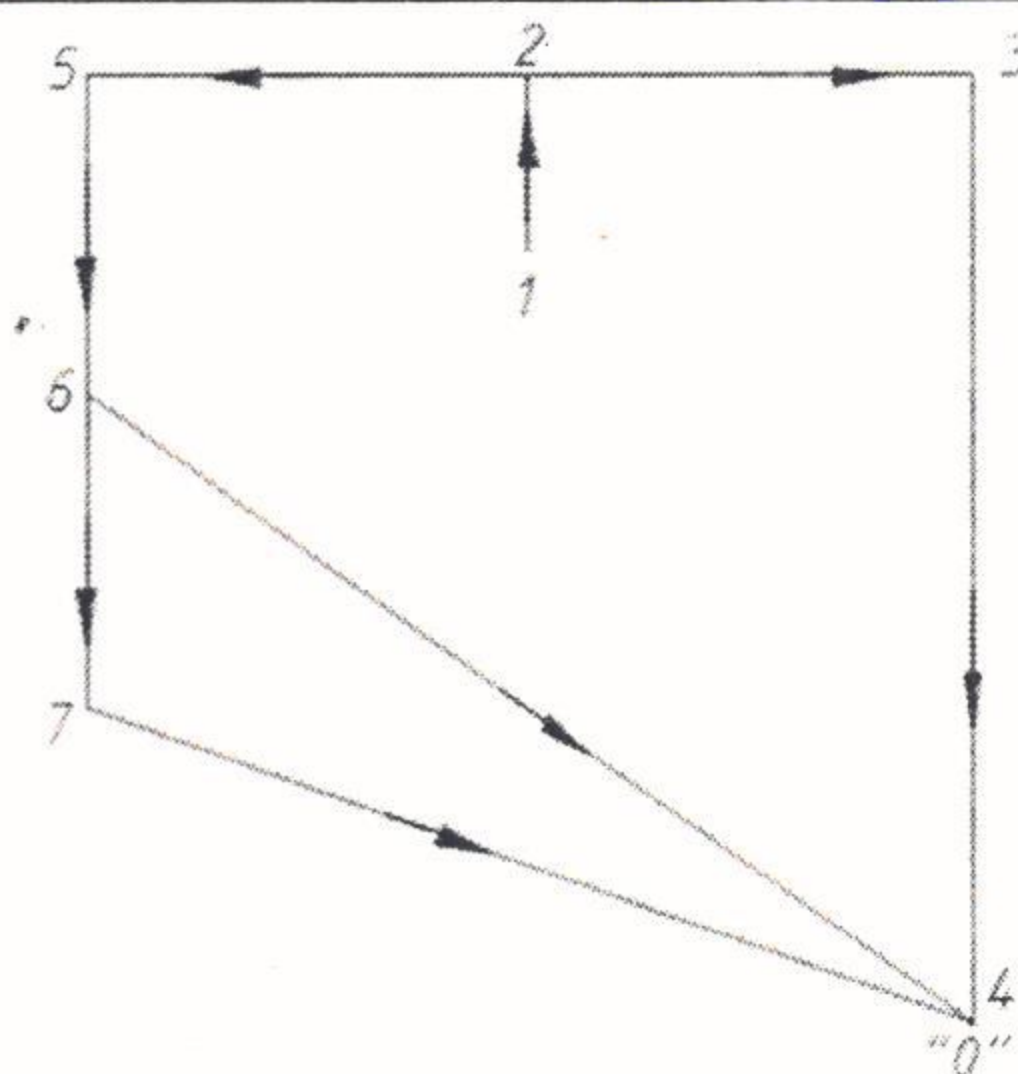

Рисунок 1
2. Определите расход газа (путевой, эквивалентный, транзитный, расчетный) на участках кольцевой сети (рис. 1), если (табл. 2): этажность застройки на территории газоснабжения 2, 7 этажей; расход газа через пункт редуцирования $Q_{\text{прг}}=3800 \text{ м}^3/\text{ч}$.